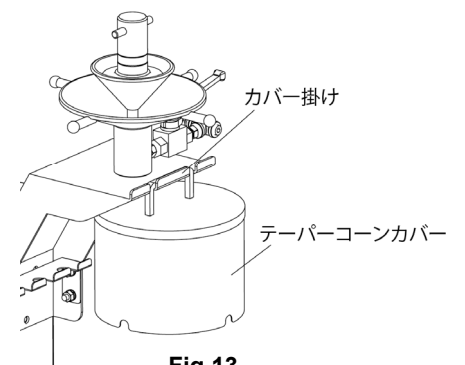

Fig.13
- テーパーコーンカバーは作業の妨げにならぬようカバー掛けを使用してください。(Fig.13) 所定外のところに引っ掛けた場合、落下による破損や予期せぬケガを負う恐れがあります。